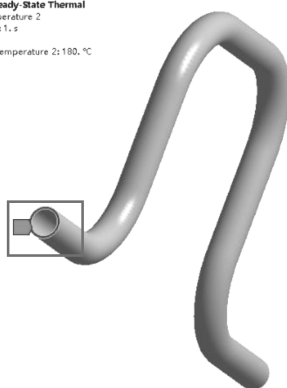

图 7-41 管的另一端施加加热边界
(2) 管的另一端施加热边界: 在标准工具栏中单击 , 选择管一端的端面, 在工具栏中单击【Temperature】, 【Temperature】→【Details of “Temperature”】→【Definition】→【Magnitude】= 180, 如图 7-41 所示。